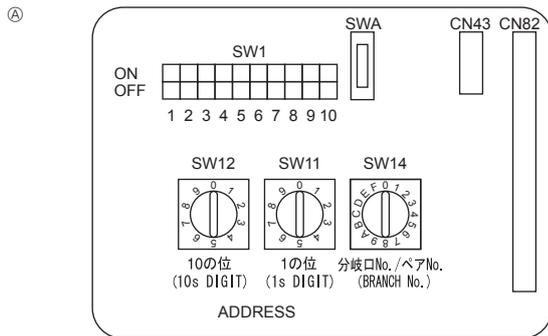

Fig. 6-4
- ③ Telecomando
6.5. Impostazione degli indirizzi (Fig. 6-4)